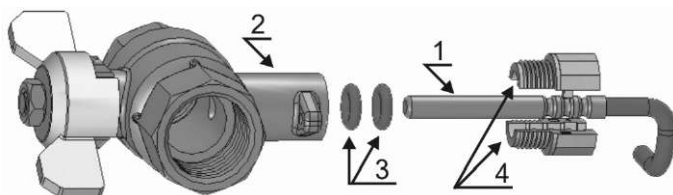

Рисунок 4.4 - Вариант установки термосопротивления в шаровый кран
- термопреобразователь (1) монтируется в специальный шаровый кран (2) с отверстием под термопреобразователь (рисунок 4.4).